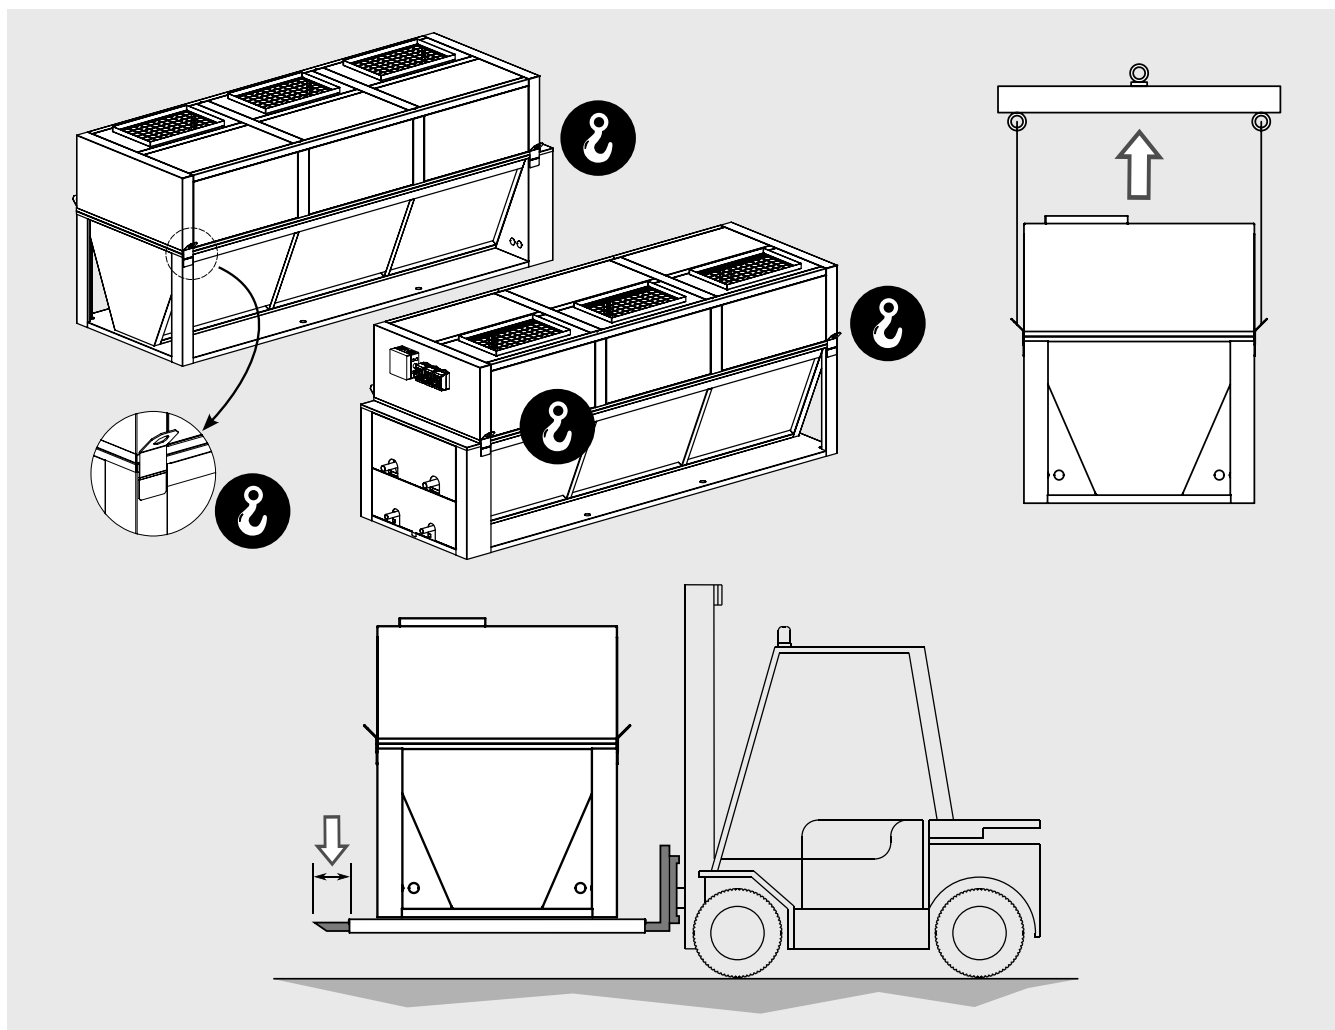

Figura 3
- 5.1 Il modello imballato deve essere spostato da personale qualificato mediante carrello elevatore di portata adeguata, oppure con la gru e/o carro ponte (vedi Sezione 7). Evitare qualsiasi movimento brusco e non sostare in prossimità dell'area di manovra. Assicurare sempre i modelli agli organi di sollevamento prima di procedere con le operazioni di movimentazione. Un grosso urto o una forte spinta possono capovolgere il modello (v. "Figura 3").